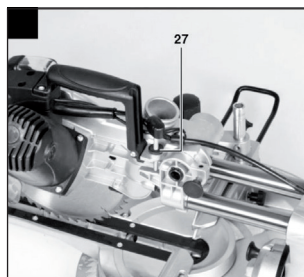

рис.5
1. Глубину пропила можно регулировать с помощью ограничителя глубины пропила (рис.5 поз.27).